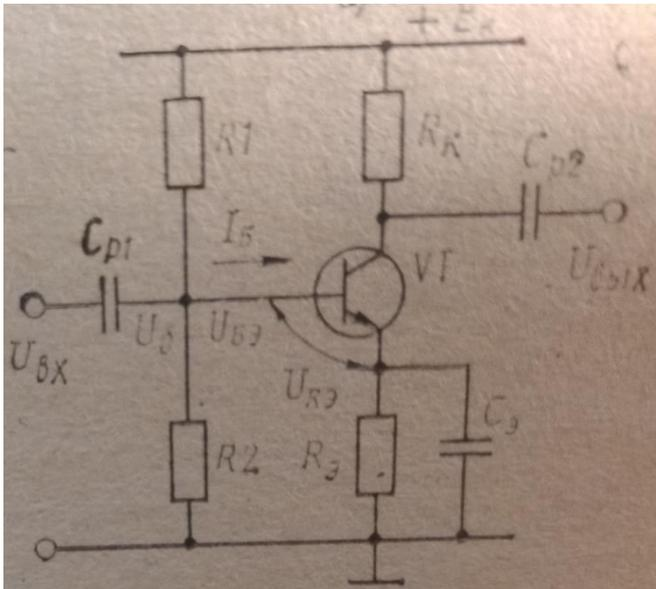

Рис. 1
1. На рис. 1 представлена схема термостабильного каскада с общим эмиттером. Как осуществляется стабилизация коллекторного тока покоя? Предположим, что ток коллектора увеличился на величину  $\Delta I_K$ . В какую сторону изменятся параметры  $U_{R3}$ ,  $U_{60}$ ,  $I_6$ ?
3. Определить напряжение питания каскада (рис. 1), при котором обеспечивается режим  $I_{\text{эо}} \approx I_{\text{кo}} = 10 \text{ мА}$ ,  $U_{\text{кэо}} = 5 \text{ В}$ . Номиналы резисторов:  $R_3 = 100 \text{ Ом}$ ,  $R_{\text{к}} = 1 \text{ кОм}$ .
5. В схеме каскада (рис. 1) коэффициент усиления по напряжению определяется формулой  $K_{\text{u}} = -h_{21\text{э}} R_{\text{к}} / R_{\text{вх.э}} = -h_{21\text{э}} R_{\text{к}} / [r_{\text{б}} + (1 + h_{21\text{э}} r_{\text{э}})]$ . Можно ли пользоваться приведенной формулой для определения коэффициента усиления  $K_{\text{u}}$  в схеме каскада (рис. 1)?
6. В схеме каскада (рис. 1) произошел обрыв цепи шунтирующего конденсатора  $C_3$ . Останутся ли при этом неизменными коэффициент усиления по напряжению и входное сопротивление?
7. Какой должна быть выбрана емкость конденсатора  $C_3$  в схеме усилителя (рис.1), если известно, что нижняя граница полосы пропускания равна  $100 \text{ Гц}$ , а  $R_3 = 500 \text{ Ом}$ ? Найти падение напряжения от постоянной и переменной составляющей тока, если  $I_{\text{эо}} = 2 \text{ мА}$ , а переменная составляющая —  $2 \text{ мА}$ .